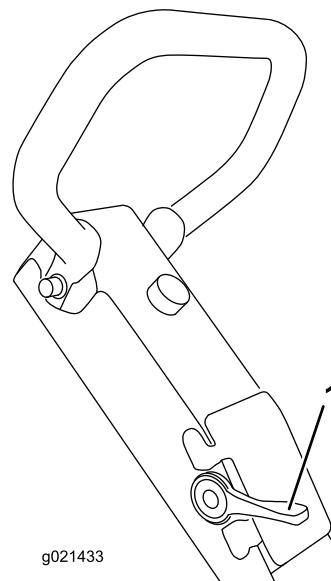

Figura 14
1. Mueva la palanca del acelerador a la posición de Lento (Figura 14).